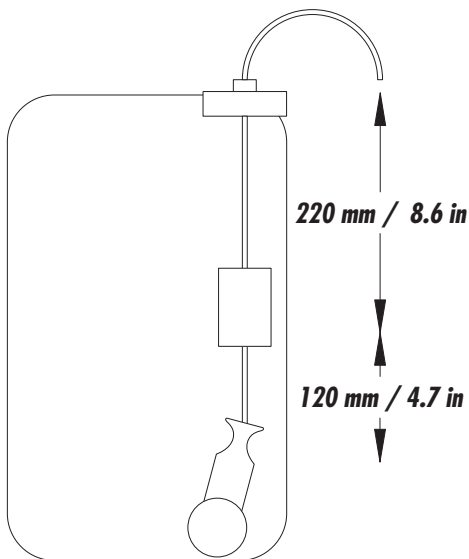

Fig. 4
- Regolare la posizione del livello stato e del peso (Fig. 4).
- Adjust the position of the level controller and the weight (Fig. 4).
- Régler la position de l'indicateur de niveau et du poids (Fig. 4).
- Die Position der Standanzeige und des Gewichtes einstellen (Fig. 4).